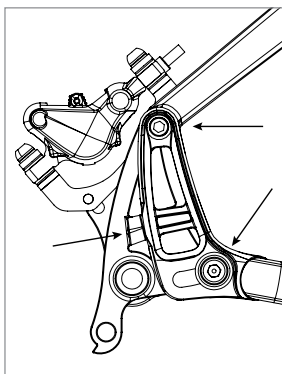

Figure 9
1. Dévisser légèrement les vis pivot supérieures ainsi que les vis de fixation inférieures des pattes du côté chaîne et du côté sans chaîne (figure 9).
1. Serrer les vis pivot supérieures et les vis de fixation des plaques oscillantes à 8Nm (figure 9).
3. S'il y a des vis de tension, les serrer toutes les deux de 1/8 de tour pour qu'elles ne cliquent pas durant l'utilisation (figure 9).